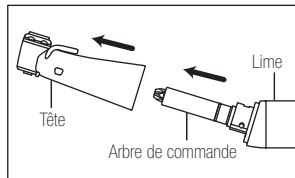

Fig. 7
- 4) Sortez la tête de la lime. (Fig.7)
- 5) Sortez l'arbre de commande de la lime. (Fig.7)